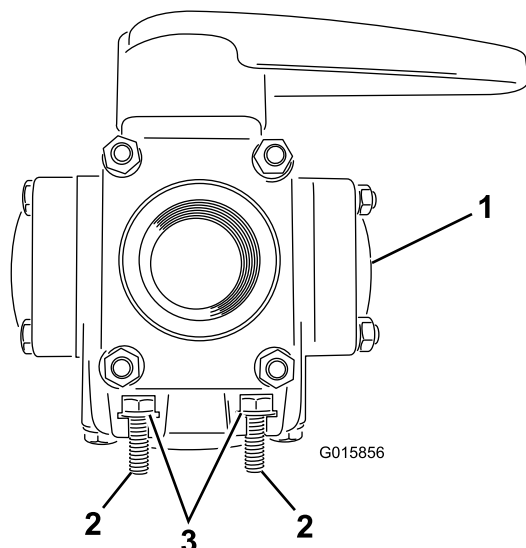

Figura 15
2. Introduzca 4 pernos (6 mm) y 4 arandelas (6 mm) en las ranuras de la válvula de 4 vías (Figura 15).